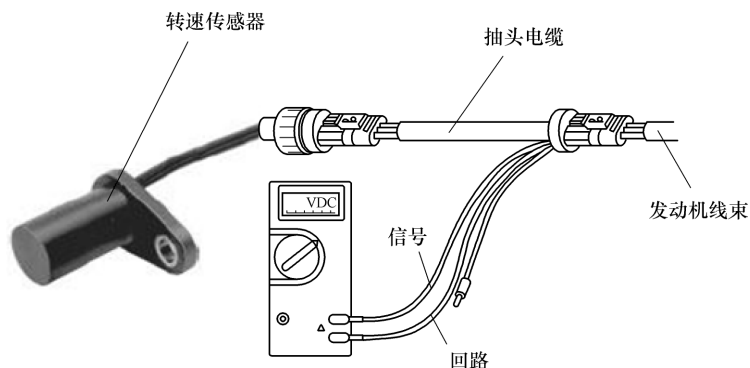

图 8-11 测量霍尔转速传感器信号电压
(2) 霍尔式转速传感器检测
①目测检查。检查传感器安装是否到位、传感器磁头及信号盘是否脏污，必要时进行重新安装或进行清理。
②信号电压测量。如图 8-11 所示拆下传感器插接器，将专用于测试的抽头电缆跨接于转速传感器与传感器插接器之间，然后盘转发动机，使用直流电压档检测信号电压，如果盘动过程中万用表的读数在 0V 和 5V 之间不断转换，则说明传感器正常；如果恒为固定值，则说明传感器有故障。